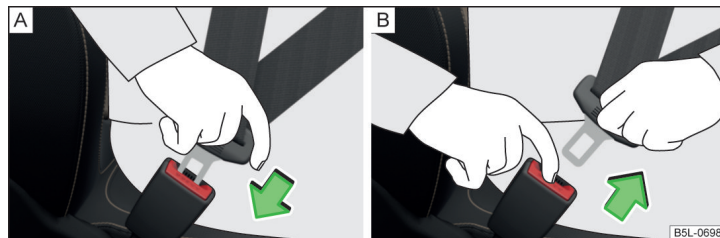

Fig. 7 Fixarea sau desfăcerea centurii de siguranță
- Introduceți clema de fixare în catarama aferentă a centurii de siguranță » fig. 7 - [A] până când se fixează cu un declic.
- Apăsați tasta de culoare roșie de pe catarama centurii » fig. 7 - B, lamela de fixare sare afară.